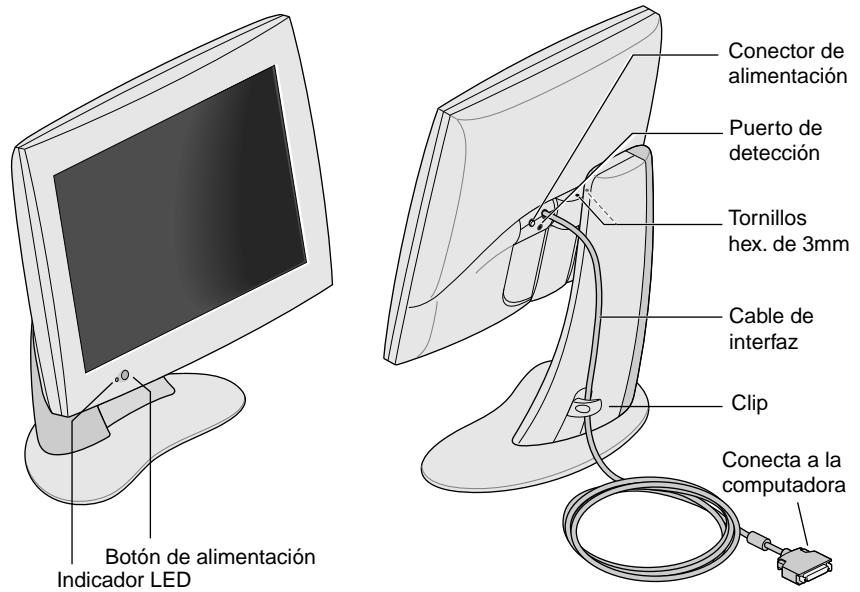

Figura 1-1 Vista frontal y posterior del monitor plano.
Observe la Figura 1-1 para familiarizarse con las características del monitor.
2. Conecte el cable de la interfaz del monitor plano que se muestra en la Figura 1-1 al conector apropiado en su computadora (consulte la documentación de su computadora).
3. Oculte el cable de la interfaz detrás del sujetador en la base del monitor, como se muestra en la Figura 1-1.
Para encender el monitor, presione el botón de encendido que se encuentra en la parte frontal. Véase la Figura 1-1 para obtener la ubicación del botón de encendido. Una vez que el sistema suministra las señales al monitor plano, el indicador LED en la parte inferior izquierda cambia a verde.
Para apagar el monitor, presione el botón de encendido ubicado en el lado frontal del monitor. Véase la Figura 1-1. Se recomienda apagar el monitor cada vez que se aparte por más de dos horas del monitor. Esto puede aumentar considerablemente la vida útil de las lámparas de la contraluz del monitor plano.
El monitor plano está equipado con un puerto de detección, el cual es un conector de 3,5 mm (1/8 de pulgada) ubicado un poco más abajo y entre el conector de corriente y el cable de la interfaz. Véase la Figura 1-1.